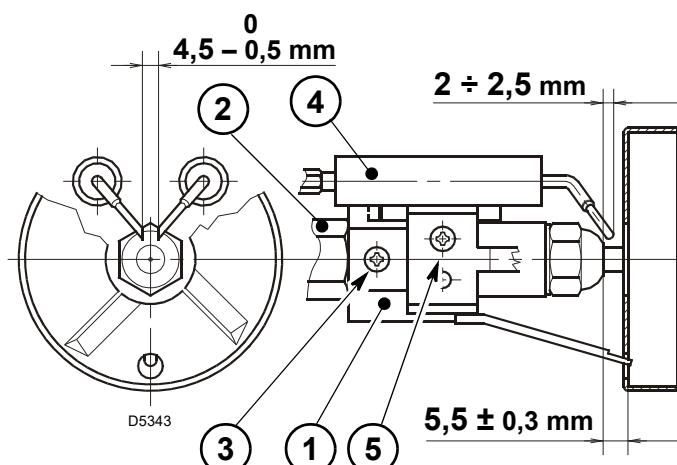

Fig. 10
Respetar las medidas de la Fig. 10.
- apoyar el conjunto soporte estabilizador 1)(Fig. 10) en el porta-boquilla 2)(Fig. 10) y bloquear con el tornillo 3)(Fig. 10).
Para posibles ajustes del grupo electrodos 4) aflojar el tornillo 5)(Fig. 10).
- Extraer los cables 4) de los electrodos, aflojar el tornillo 3) (Fig. 10) y extraer el conjunto soporte del disco estabilizador 5) del conjunto portaboquilla 7).